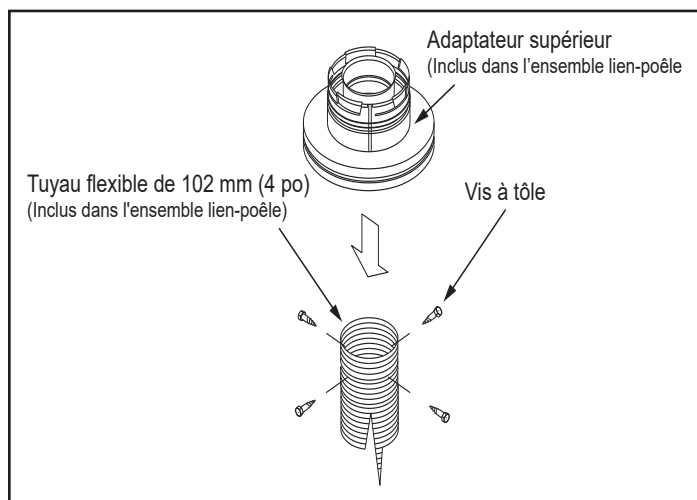

Figure 3.20
- Connectez l'extrémité de la section de conduit flexible à la face inférieure de l'adaptateur supérieur au moyen de quatre vis à tête. Voir figure 3.20.